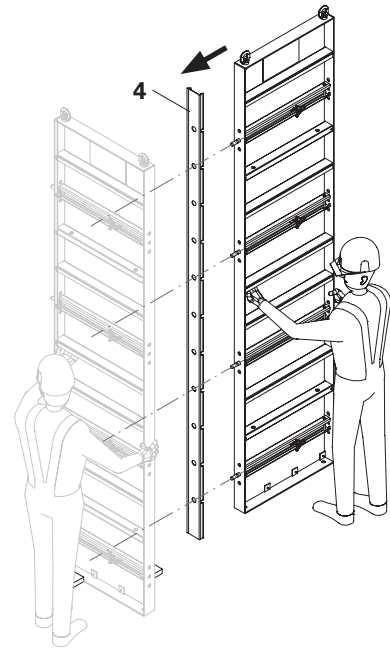

Fig. B1.03
4. Congiungere il secondo telaio al primo. (Fig. B1.03)